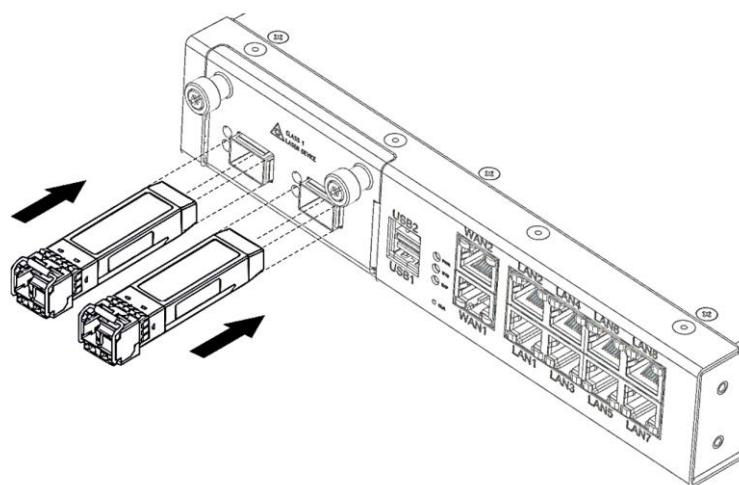

Рисунок 39 – Установка SFP-трансиверов в слоты модулей расширения
- установка SFP-трансиверов в соответствующие слоты всех модулей расширения осуществляется защелкой (этикеткой) вверх (Рисунок 39);